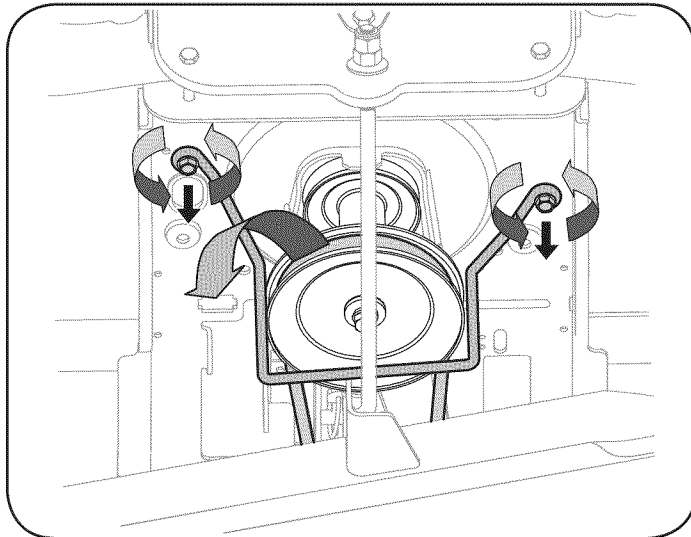

Figura 10
3. Ubique el embrague de PTO debajo de la parte delantera del tractor. Vea la Figura 10.
4. Saque el protector de la correa y la correa de la polea de la PTO de la siguiente manera. Consulte la Figura 10:
12. Vuelva a colocar el protector de la correa de la polea de la PTO. Vea la Figura 10.